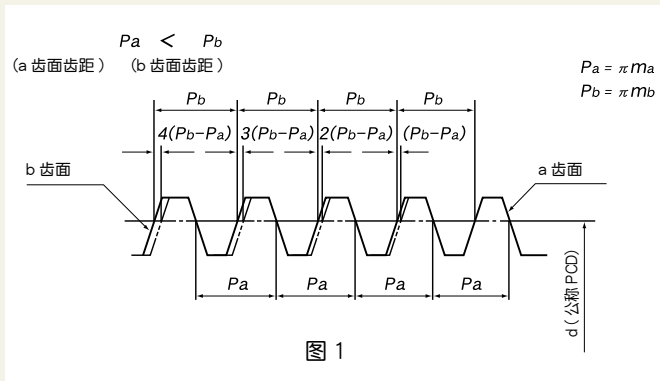

图 1
- ① 轮齿切割(研磨)的基准面是中心内孔或轴部的再加工用研磨基准面. 进行追加加工时, 要特别注意定好中心点, 以避免偏心.(图 1)
蜗杆的左齿面与右齿面导程不同.由于导程差,轮齿的形状为厚度连续变化的齿形.(图1)